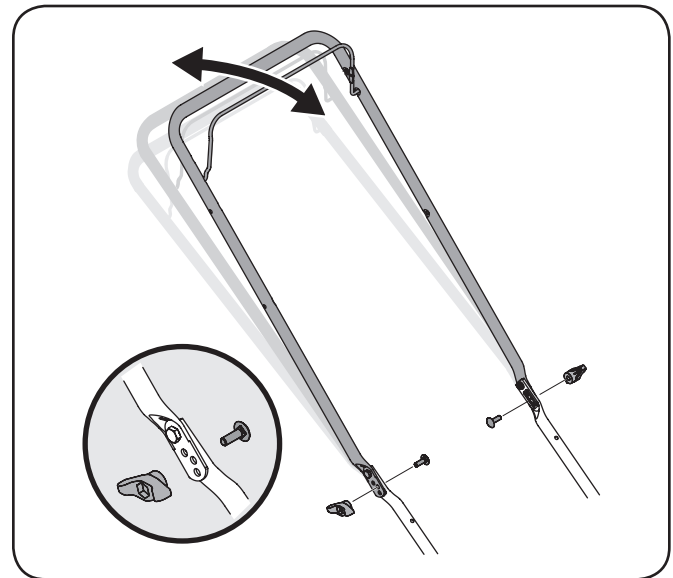

Figura 3-13
1. Quite los tornillos y tuercas de mariposa transporte de manejar. Vea Figura 3-13.
2. Coloque el mango en una de las tres posiciones que se sienta más cómodo. Vea Figura 3-13 inserción.